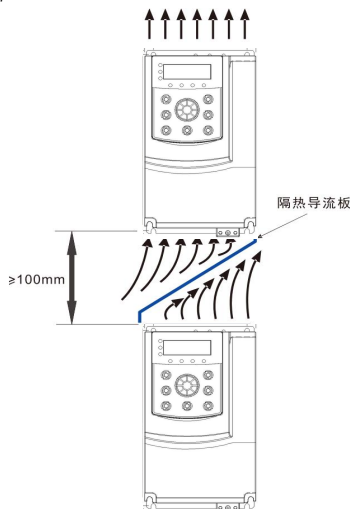

图3-2. CM530HR变频器安装示意图
- 1) 请垂直安装变频器，便于热量向上散发。但不能倒置。若柜内有较多变频器时，最好是并排安装。在需要上下安装的情况，请参考图3-2的示意，安装隔热导流板。